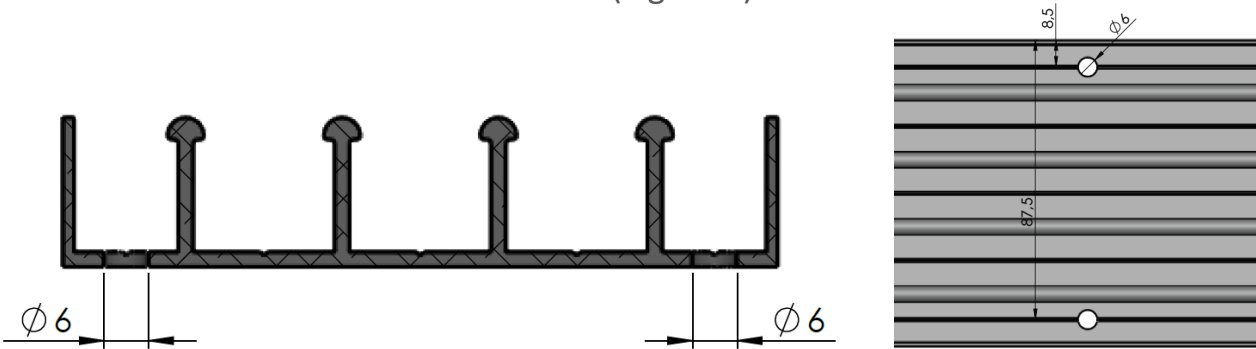

Figura 8
- Mecanizado carril inferior 4 raíles (Figura 8)